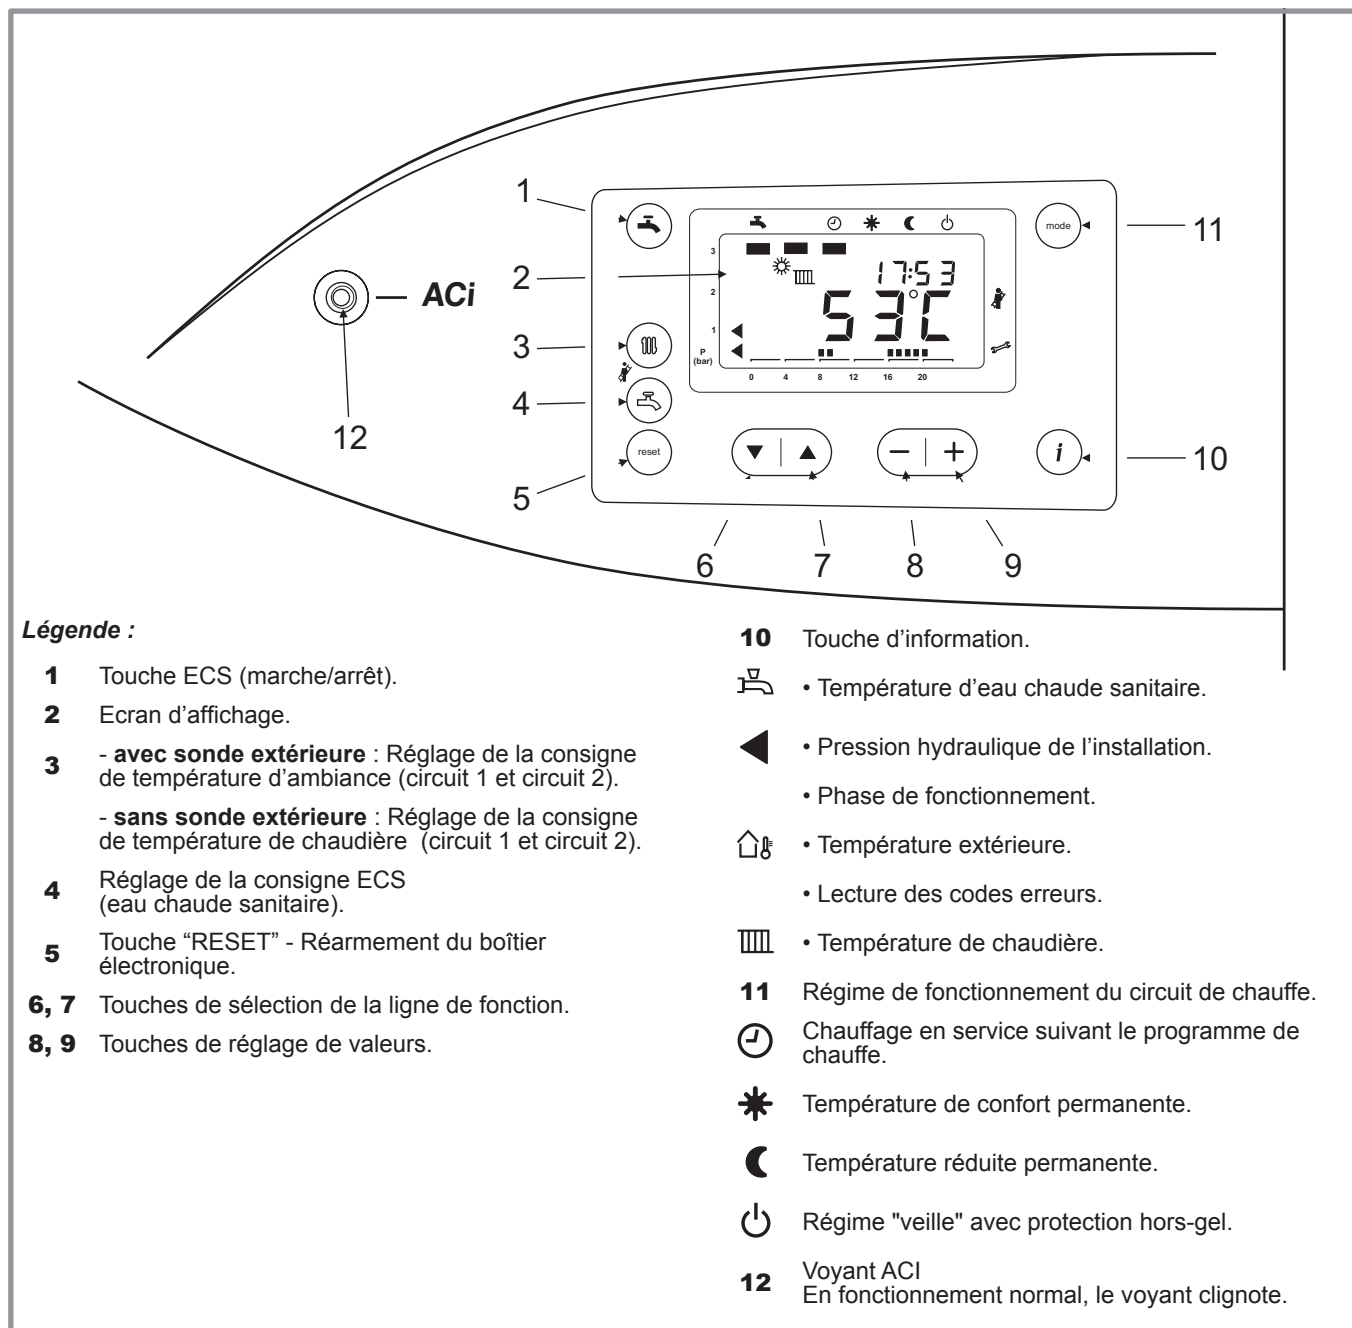

Figure 49 - Tableau de contrôle
- Appuyer sur la touche ▼ ou ▲ (rep. 6 et 7, figure 49).
Appuyer sur la touche ▼ ou ▲ (rep. 6 et 7, figure 49).
Régler les valeurs réglables avec (-) ou (+) (rep. 8 et 9, figure 49).